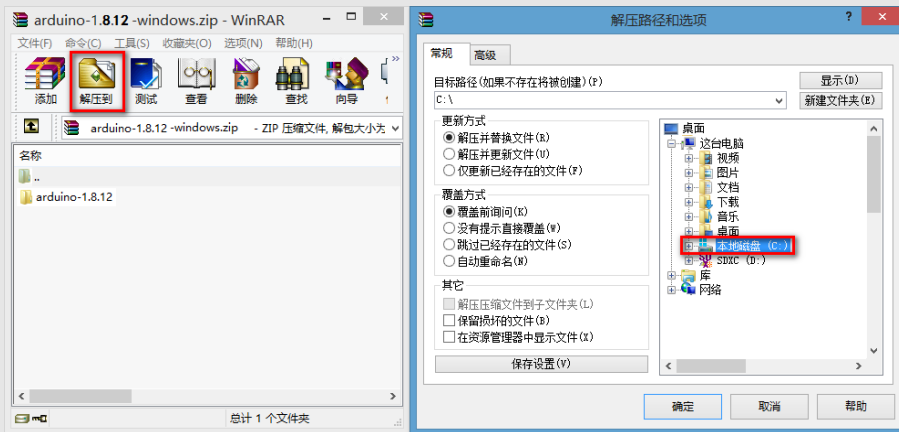

图 1-3 解压 Arduino IDE 免安装 ZIP 包
(1) 双击下载后的 Arduino IDE 免安装 ZIP 包（这里下载的是 arduino-1.8.12 免安装 ZIP 包，使用 WinRAR 软件进行解压），将 Arduino IDE 免安装 ZIP 包解压到本地磁盘（C:），如图 1-3 所示。